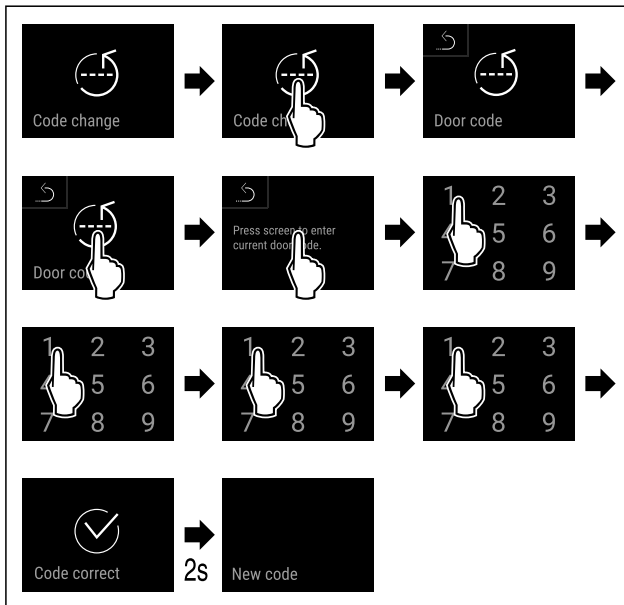

Fig. 91
- ▶ Seguir los pasos de procedimiento (consulte Fig. 91) .